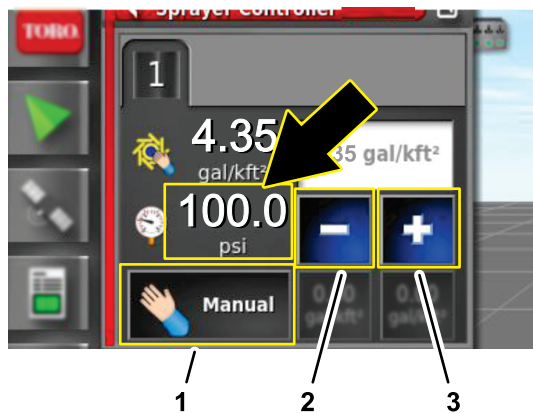

Bild 165
- Tippen Sie im Dialogfenster Sprühmengensteuerung auf das SPRÜHMENGENMODUS-Symbol, bis der manuelle Modus angezeigt wird (Bild 165).
- Stellen Sie den Druck des Sprühsystems (Bild 165) mit den +/--Tasten auf 6,9 bar ein.